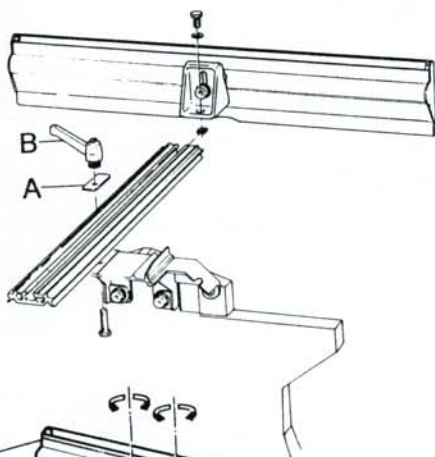

Fig. 3
5 Mount the adjustable fence as shown on fig. 3, then fix it by the gibs provided (A) and adjustable handles (B).
5 Montare la battuta regolabile come illustrato in fig. 3, fissarla poi con le staffe (A) e le leve (B).
5 Installez la butée réglable dans le support (A) comme indiqué sur la fig. 3. Elle est fixée ensuite à l'aide des manivelles réglables.
5 Montage des verstellbaren seitenanschlages (siehe fig. 3). Der Seitenanschlag wird von de beiden Klemmstücken A in der Führung gehalten und mit Hilfe der beiden Spannhebel B in der gewünschten Position auf dem Abrichttisch fixiert.
5 Plaats de regelbare aanslag, zoals getoond in fig. 3, in het bevestigingsstuk (A). De aanslag wordt in de gewenste positie vastgezet met de schroefhendels (B).